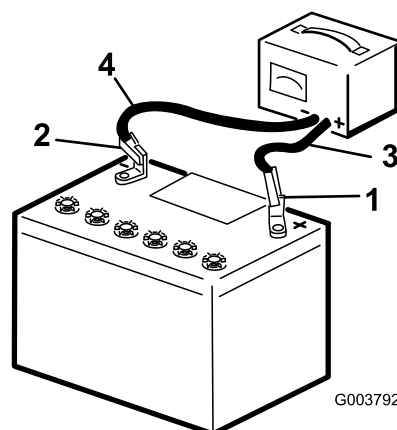

Figura 39
3. Cargue la batería durante 10 a 15 minutos a 25–30 amperios, o durante 30 minutos a 4–6 amperios (Figura 39). No sobrecargue la batería.
4. Cuando la batería esté completamente cargada, desconecte el cargador de la toma de electricidad, luego desconecte los cables del cargador de los bornes de la batería (Figura 39).